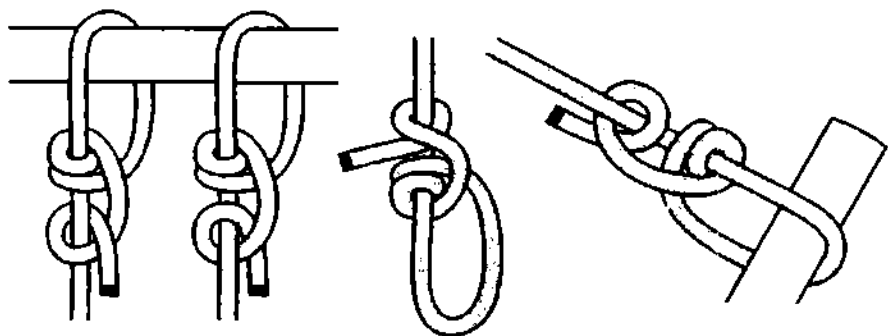

Рис. 398. Двойной штык.
*Двойной штык и регулируемый затягивающийся узел* – два похожих, но разных узла. Их можно использовать и в качестве регулируемых петель и в качестве узлов-штыков для крепления верёвки к опоре (рис. 398, 399, 537, 538). И тот и другой узел петли представляет собой половину *узла Прусика*, который при нагрузке моментально схватывает коренную часть троса. Перед работой узел необходимо предварительно расправить и затянуть.